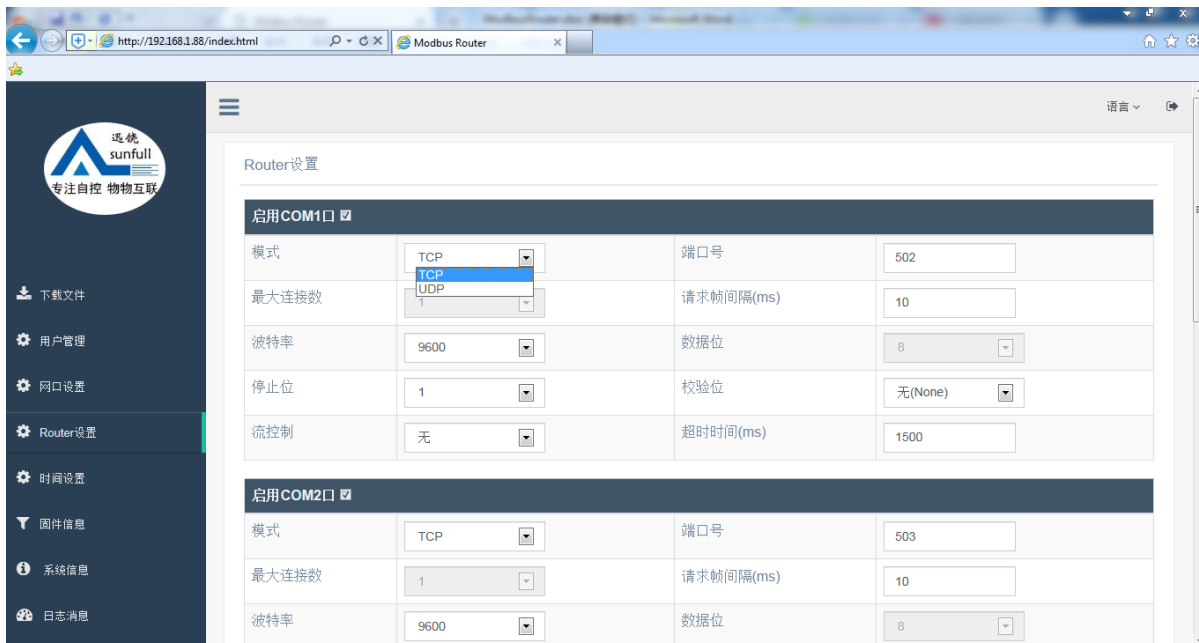

图 3-5-1 Router 设置
**Router 设置：**设置 Modbus 路由器参数，如下图 3-5-1。